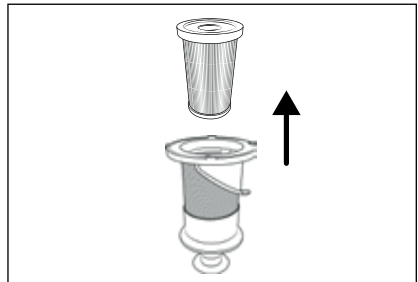

Fig. 24
- 4) Rimuovere il filtro EPA **5** dal filtro in acciaio inox **6** afferrando il filtro EPA **5** dall'apertura e tirandolo fuori dal filtro in acciaio inox **6** (vedere fig. 24).